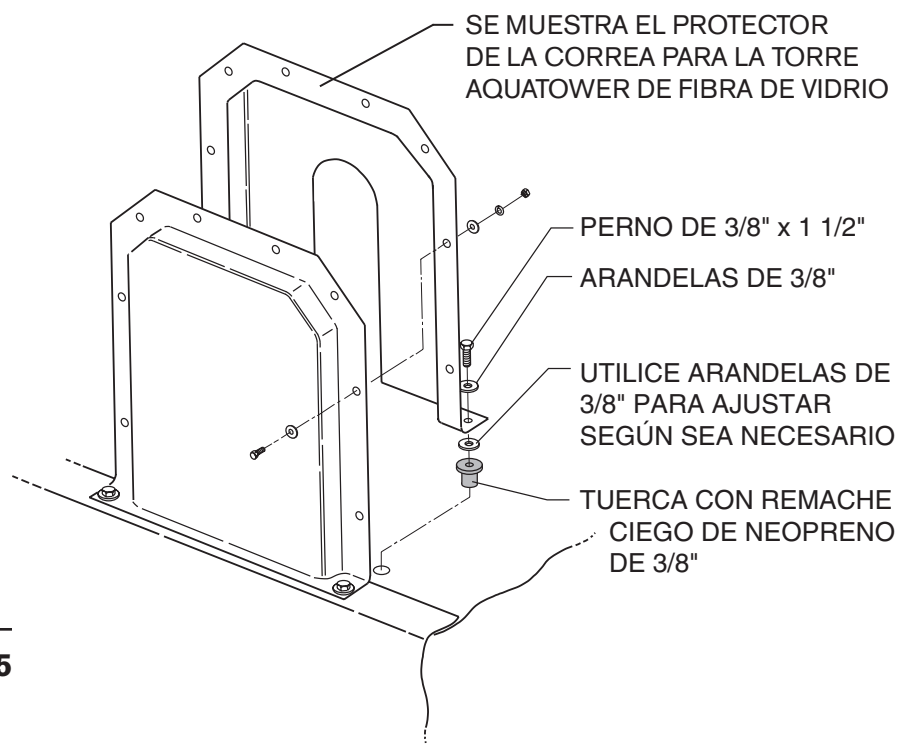

Figura 5
8. Instale el protector de la correa como se muestra en la Figura 3 para una torre de acero o la Figura 5 para una torre de fibra de vidrio.